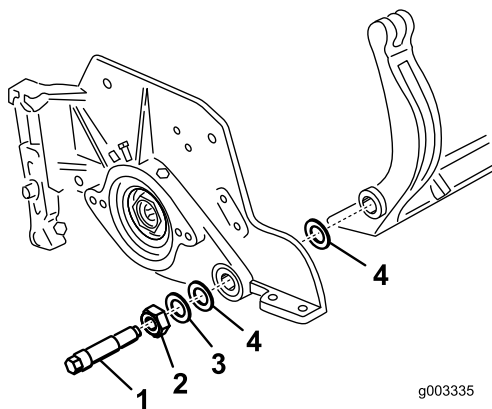

Bild 36
Bewahren Sie die beiden Nylonscheiben und die Stahlscheibe von den beiden Enden des Unterwasserträgers auf (Bild 36).
3. Legen Sie eine Nylonscheibe auf jede Seite des Seitenplattenansatzes. Legen Sie eine Stahlscheibe außen auf jede Nylonscheibe (Bild 36).